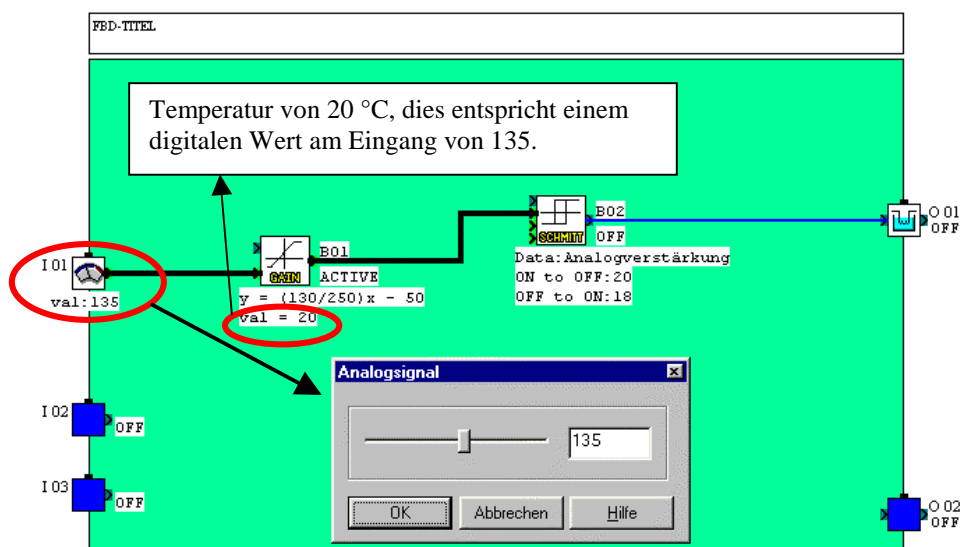

Abb. 1.61
- ➔ Die Eingabe eines digitalen Werts (analoger Temperaturwert) erfolgt durch einmaliges Klicken auf den **analogen Eingang I01** im Simulationsbetrieb (Abb. 1.61). Im erscheinenden Dialogfeld ist ein Wert zwischen 0 und 255 einzugeben.